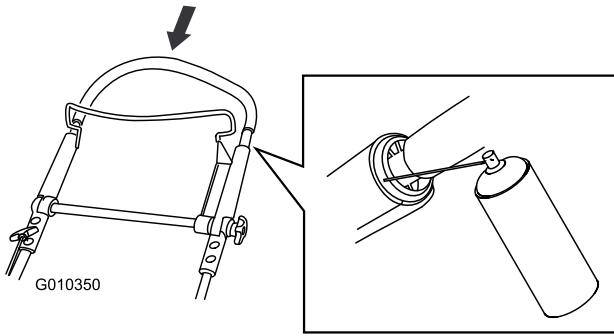

Figura 48
2. Empuje completamente hacia abajo el manillar superior y rocíe la superficie de plástico interior del manillar exterior (Figura 48).